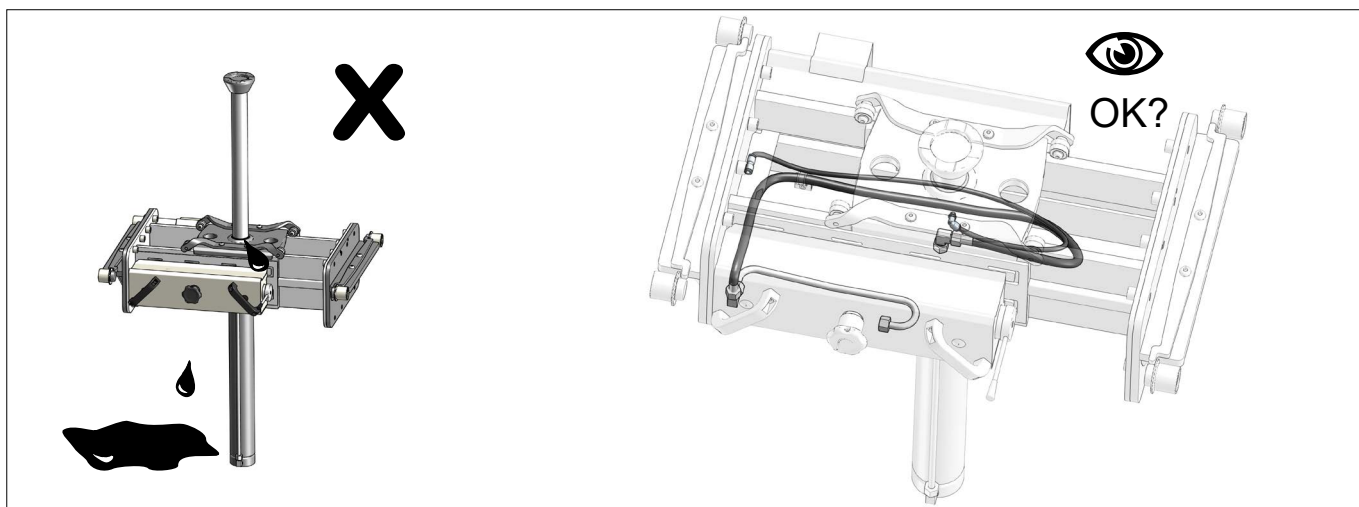

Fig.48
- Flexibles, cylindre et pompe pour les fuites (Fig.48)
- Slangar, eventuellt läckage från cylinder och pumpenhet (Fig.48)
- Letkut, sylinterin ja pumpun vuodot (Fig.48)
- Slangen, cilinder en pompeenheid op lekken (Fig.48)
- Fugas en la unidad de la bomba, el cilindro y las mangueras (Fig.48)
- Slangar, cylindre og pumpe for utætheder (Fig.48)
- Hoses, cylinder and pump unit for leaks (Fig.48)
- Dichtigkeit von Schläuchen, Zylinder und Pumpe (Fig.48)
- На предмет герметичности шлангов, цилиндра и насосного агрегата (Fig.48)
- Perdite dei tubi, dei cilindri e dell'unità di pompaggio (Fig.48)